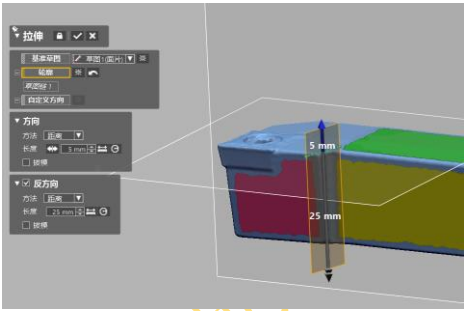

图 4.40 拉伸片体
5) 点击菜单栏模型 (创建曲面下) 拉伸图标 ，弹出拉伸对话框，轮廓选择草图 1，方向长度 5mm，反方向长度为 25mm，如图 4.40 所示，点击确定完成片体的拉伸。